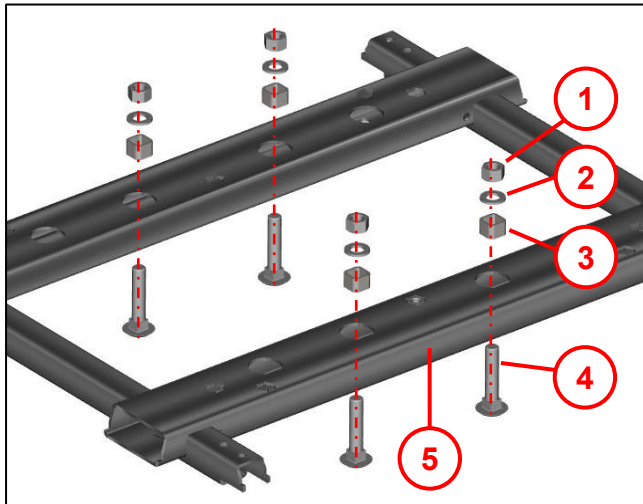
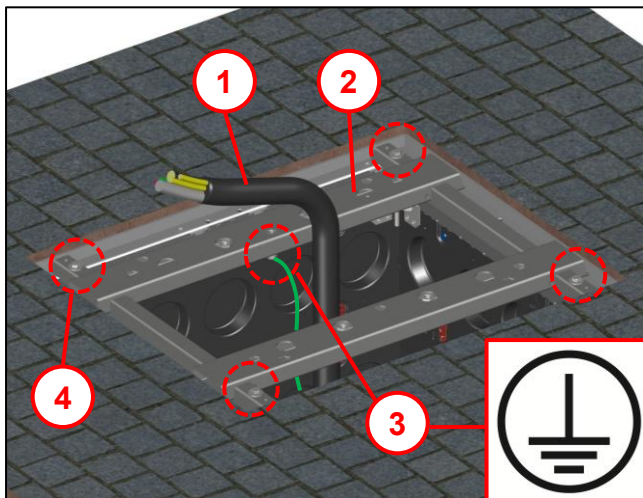

Abb. 19
Abb. 20
- bei Verschraubung Größe M16 mit Flachrundschaube (4), Abb. 19 beachten, sonst weiter zu Abb. 20.